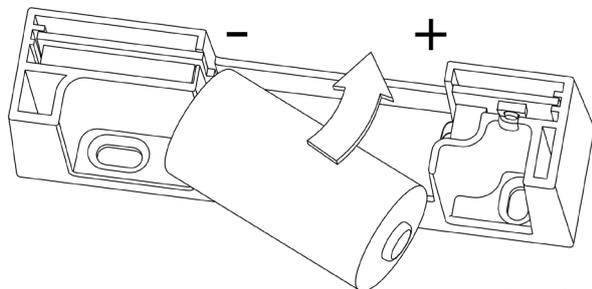

Abb. 1
2. Legen Sie die Batterie in das Gehäuse ein. Achten Sie beim Einlegen der Batterie darauf, dass Sie die Batterie seitlich einlegen (Abb. 1).